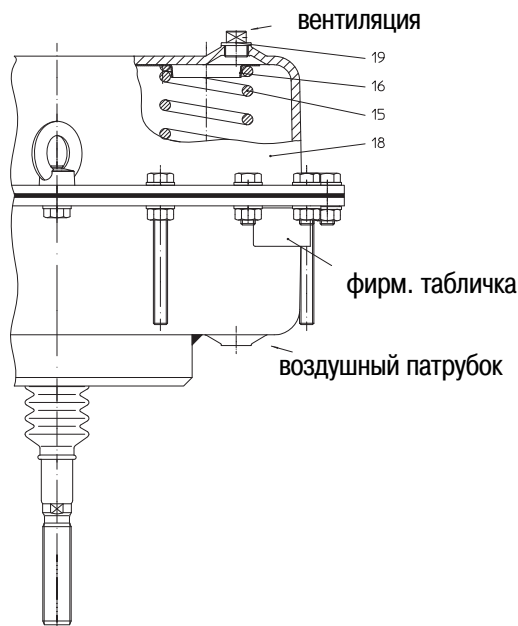

Рис. 25
- Установите пружины (15) на центрирующий элемент (16) в мембранной тарелке (11), затем уложите второй центрирующий элемент (16) на пружины (15).
- Следите за правильной посадкой пружин! (см. Рис. 25!) Расположите пружины (15) так, чтобы над вырезом в центрирующем пружины элементе (16) располагалось вентиляционное отверстие в кожухе мембраны (18).
- Установите кожух мембраны (18) на пружины (15) и закрепите винтами. (момент затяжки см. п. 8.1)